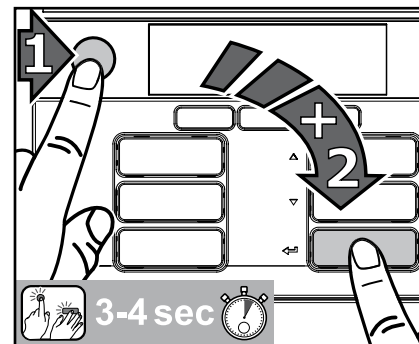

Рис. 24
1. Нажать сначала кнопку СТОП, затем - кнопку ввода ← и одновременно удерживать обе кнопки нажатыми 3-4 секунды, чтобы перейти в режим очистки. (Рис. 24)